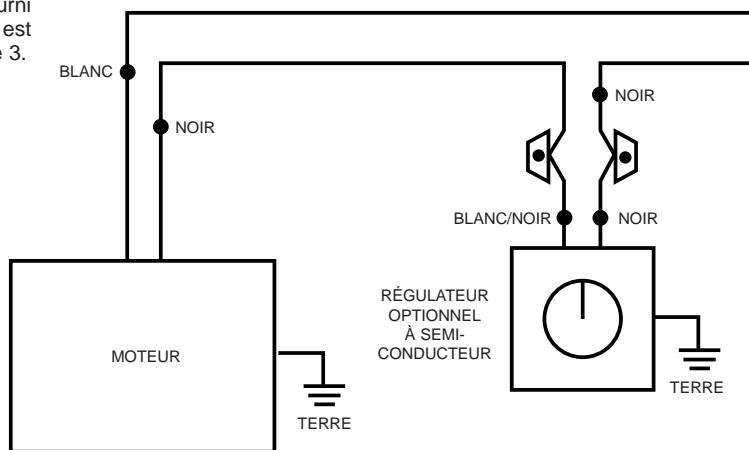

Figure 5
**IMPORTANT CONSEIL :** Il est important de remarquer la bonne position d'installation des serre-câbles comme illustré en Figure 5. Pour obtenir la meilleure force de maintien, installez la section étrier de l'attache en fin de câble ou sur sa petite partie, en chevauchant le grand morceau du câble. Une installation incorrecte réduit l'efficacité du raccordement jusqu'à 40%.